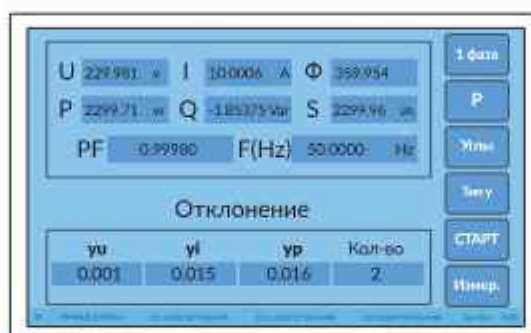

Рисунок 4.3.2.1. Экран измерений активной мощности P эталонного счётчика
После завершения инициализации на дисплее эталонного счётчика индицируется основной экран режима измерений с текущими значениями измеряемых эталонным счётчиком параметров (рисунок 4.3.2.1).
- активная мощность P (рисунок 4.3.2.1),